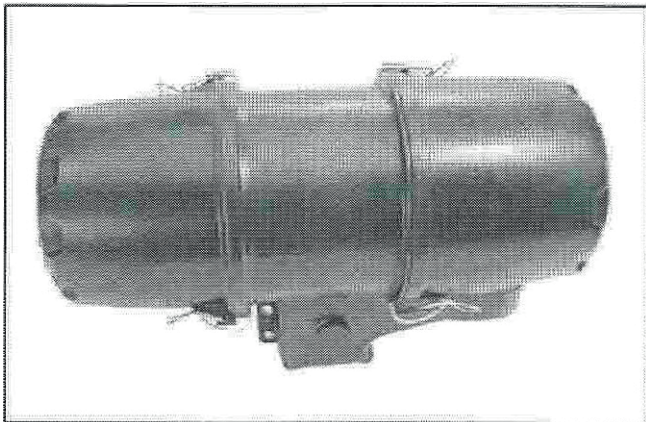

Figura 4-1: Filtro de aire de gran capacidad
Estos motores utilizan un filtro de aire de gran capacidad, como el de la Figura 4-1, formado por un bastidor cilíndrico conectado al carburador y al colector de admisión. El bastidor contiene un papel de filtro y un elemento interno, diseñados para funcionar durante intervalos prolongados. El sistema está certificado por el CARB (Departamento de Recursos del Aire de California) y la EPA (Agencia de Protección Ambiental); sus componentes no deben alterarse ni modificarse de ninguna manera.
7. Vuelva a colocar las tapas laterales y trábelas con los sujetadores (observe la Figura 4-1).